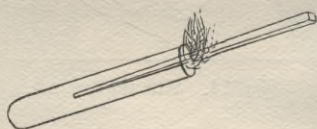

Fig. 15. Unvollständige Verbrennung von Holz.
**Versuch 1** (Fig. 15): Entzünde einen ca. 25 cm langen Holzspan und schiebe das brennende Ende so langsam in ein Probierrohr, daß die Flamme an der Mündung des Rohres weiterbrennt. Nachdem ein fingerlanges Stück des Spans verkohlt ist, lösche die Flamme aus, ziehe den Span heraus und entzünde die entstandene Kohle.
Er erhitzte Quecksilber tagelang in einem abgeschlossenen Lustraum (Fig. 15 a), bis es an der Oberfläche in rote Quecksilberasche überging, und
Fig. 15 a. Lavoisiers Versuch.